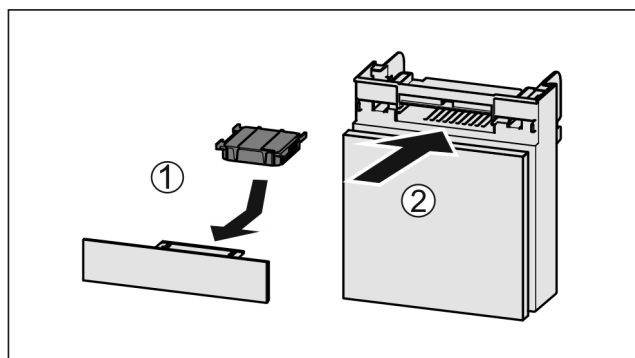

Fig. 227
- Inserire il vano Fig. 227 (2).